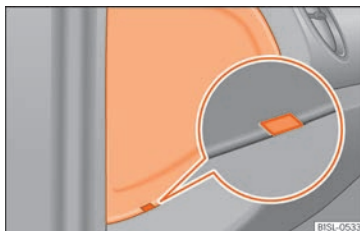

Fig. 44 Al costat del conductor:tapa de la caixa de fusibles del tauler d'instruments.
- Encaixeu un objecte pla, p. ex., un tornavís, en el rebaix »» fig. 44 i desmunteu la coberta fent palanca amb cura.